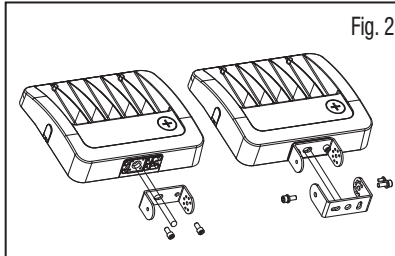

Fig. 2
6. Using the same Socket Head Bolts used to fasten the Knuckle Mount (1/4"-20 x 1/2"), screw the fixture portion of the Trunnion Mount to the housing, threading the wire through the center hole opening on the bracket. (Fig. 2)
8. Assemble Trunnion Mount with the Trunnion Mount screws (M6x16) (Fig. 2 & 3)
6. En utilisant les mêmes boulons à tête cylindrique que ceux du support articulé (1/4"-20 x 1/2"), vissez la partie luminaire du support en tourillon au boîtier, en faisant passer le câble à travers le trou central du support. (Fig. 2)
8. Assemblez le support en tourillon à l'aide des vis M6x16. (Fig. 2 & 3)